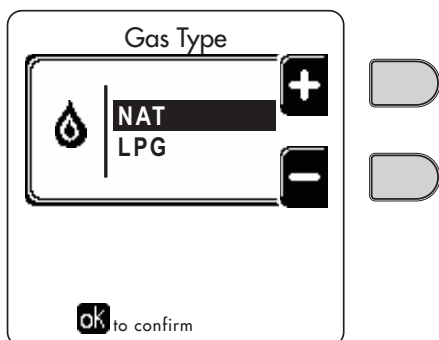

рис. 58 - Выбор типа газа
6. Измените параметр, относящийся к типу газа, выполняя описанные далее действия. Войдите в экранное окно, показанное на рис. 58, выбрав навигацию в меню по следующему маршруту "МЕНЮ ПОЛЬЗОВАТЕЛЯ ➡ Техническое обслуживание ➡ Тестовый режим ➡ Выбор типа газа". Нажмите на контекстные клавиши 1 и 2, чтобы выбрать тип газа. Подтвердите с помощью кнопки OK.